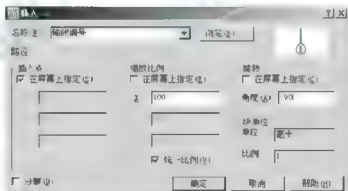

图 3.112 【插入】对话框
(1) 在命令行输入“**I**”后按 Enter 键, 打开【插入】对话框。设置对话框相关参数, 如图 3.112 所示, 单击【确定】按钮关闭对话框。